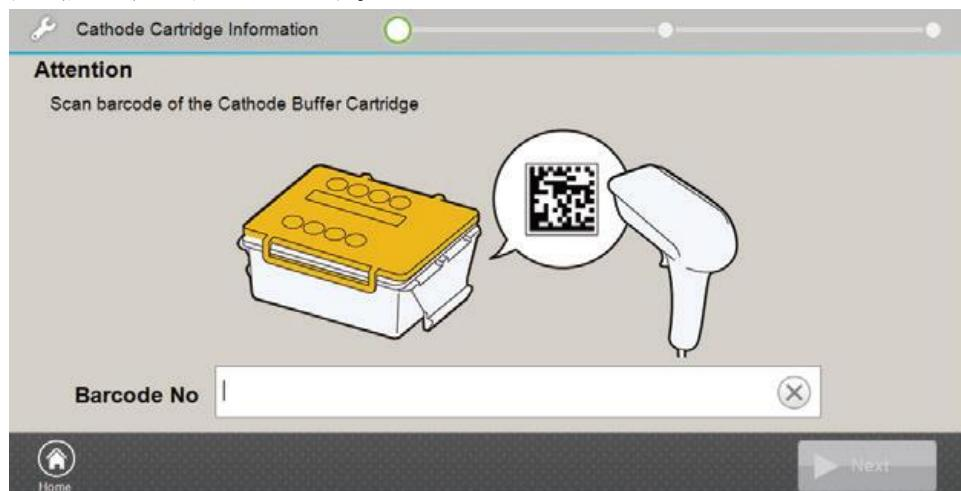

図 22 カソードバッファーカートリッジのバーコード読み込み画面
- フッターの **Install** ボタンを押すと、交換手順のウィザードが開きます。このボタンを押すとカソードバッファーカートリッジのバーコードを読み込む画面（図 22）が表示されます。